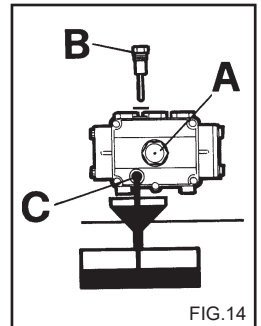

FIG.14
- 2) De tap met de oliepeilstaaf losschroeven (Fig. 14)